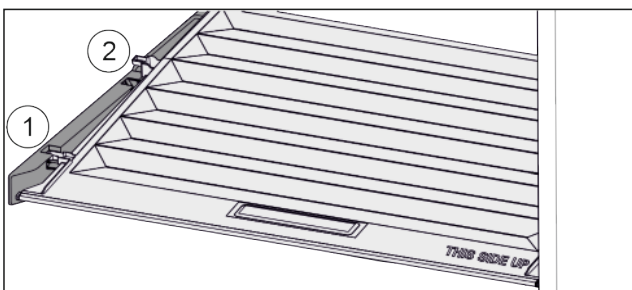

Fig. 33
- Deckel bis zur Öffnung in den Halteteilen nach vorne ziehen Fig. 33 (1).
- Hinten von unten anheben und nach oben wegnehmen Fig. 33 (2).